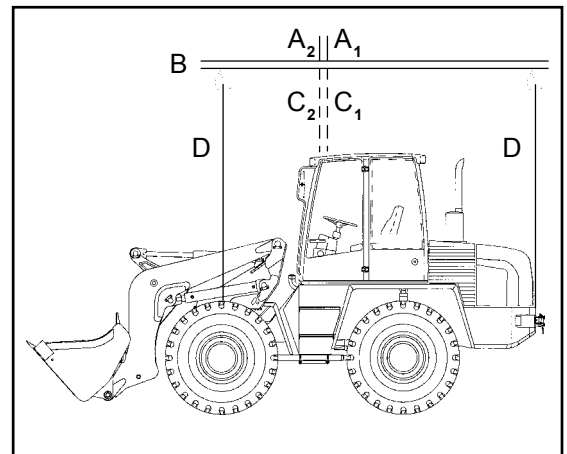

Bild 7-7
- Auf folgende Dinge ist bei der Kranverlastung besonders zu achten, Bild 7-7:
- Der Aufnahmepunkt (A_1 - Gerät ohne Standardschaufel bzw. A_2 - Gerät mit Standardschaufel) des Tragemittels (B) muss genau senkrecht über dem Schwerpunkt (C_1 bzw. C_2) des Gerätes liegen, damit sich das Lastaufnahmemittel **waagrecht** über der Längsmittelachse des Gerätes befindet.
- Die Anschlagmittel (D) müssen senkrecht von den Aufnahmepunkten des Gerätes (7-8/Pfeile und 7-9/Pfeile) nach oben geführt werden.